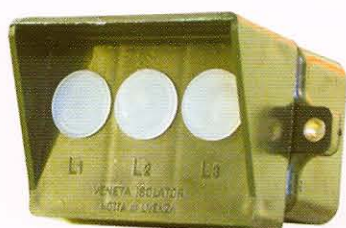

Рис.16. Блок индикации
Совместно с опорными изоляторами с емкостными делителями (рис. 15) в приводе устанавливается блок индикации (рис.16), который служит для индикации наличия напряжения 6(10) кВ в каждой фазе со стороны подключаемого кабеля и со стороны сборных шин, а так же имеет гнезда для проведения фазировки.